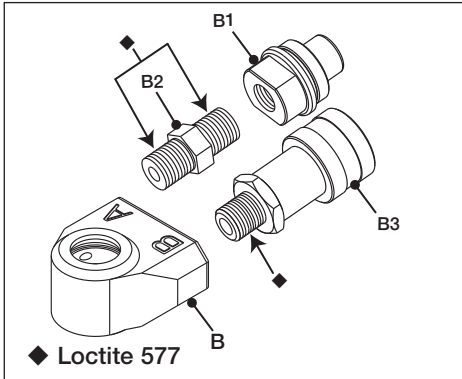

Abb. 17
- Tragen Sie auf die Gewinde der Kupplungsmuffe (B3) und des Adapters (B2) die Gewindeversiegelung Loctite 577 auf. Für die Versiegelungsstellen siehe (◆) in Abbildung 17.